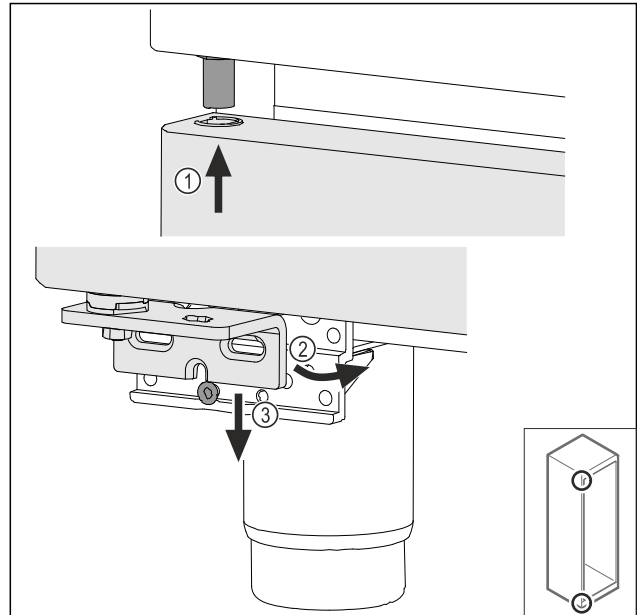

Fig. 69
- ▶ Kicsé megbillentve fűzze be az ajtót felül Fig. 69 (1), majd igazítsa egyenesbe az ajtót Fig. 69 (2), és helyezze rá az ajtót a csapágybak csavarjára Fig. 69 (3).